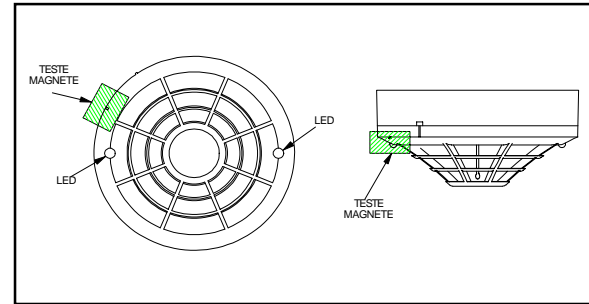

Figura 2: Posizionamento del Magnete nei Teste
1. Posizionare il magnete opzionale sul bordo del rivelatore a circa 2 cm dal LED in senso orario, come illustrato in Figura 2.